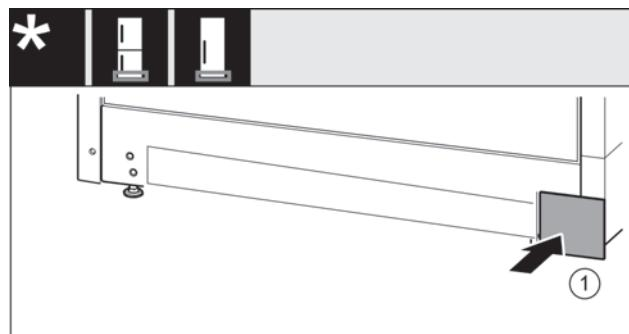

Fig. 26
- Снова установите крышку с другой стороны. Fig. 26 (1)